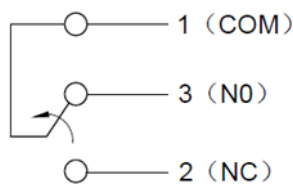

图2 接线示意图
2. 流量开关中的微动开关是单刀双掷型，当流量增加时，1-2触点接通，流量减少时1-3触点接通，见图2。